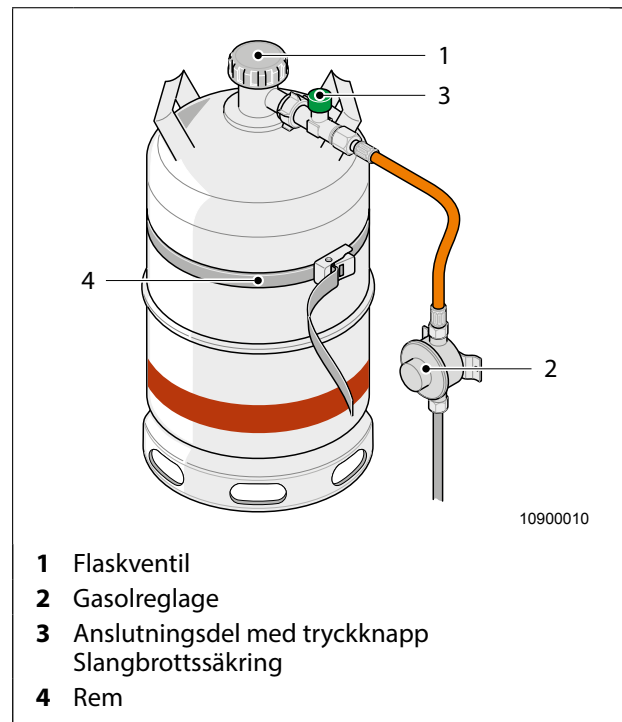

Fig. 46 Gasolflaska i gasoltrymmet
1. Stäng gasolavstängningsventilen (Fig. 46, pos. 1).
2. Skruva av anslutningsdelen med tryckknappen Slangbrottsäkring (Fig. 46, pos. 3) för hand från gasolflaskan (OBS: vänstergängad).
3. Lossa remmen (Fig. 46, pos. 4) och ta ut den tomma gasolflaskan ur gasolkofferten.
6. Ställ en fylld gasolflaska i hållaren i gasolkofferten och fixera den med remmen (Fig. 46, pos. 4).
7. Skruva på kopplingsdelen med tryckknapp slangbrottsäkring (Fig. 46, pos. 3) för hand (OBS: vänstergängad).
8. Öppna gasolflaskans avstängningsventil (Fig. 46, pos. 1).
9. Tryck med fast hand på tryckknappen för slangbrottsäkring (Fig. 46, pos. 3).